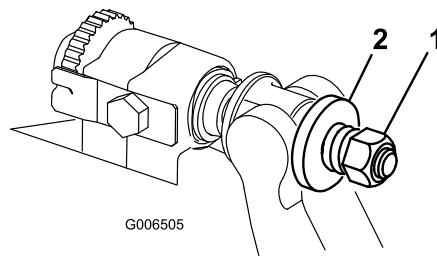

Figure 28
3. Serrez l'écrou de tension du ressort jusqu'à ce que les spires soient jointives, puis desserrez-le de 1/2 tour (Figure 28).